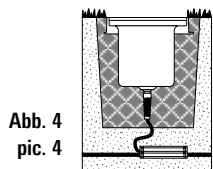

Abb. 4
- 4) In Park- und Gartenanlagen in Beton mit Kies (Abb. 4)